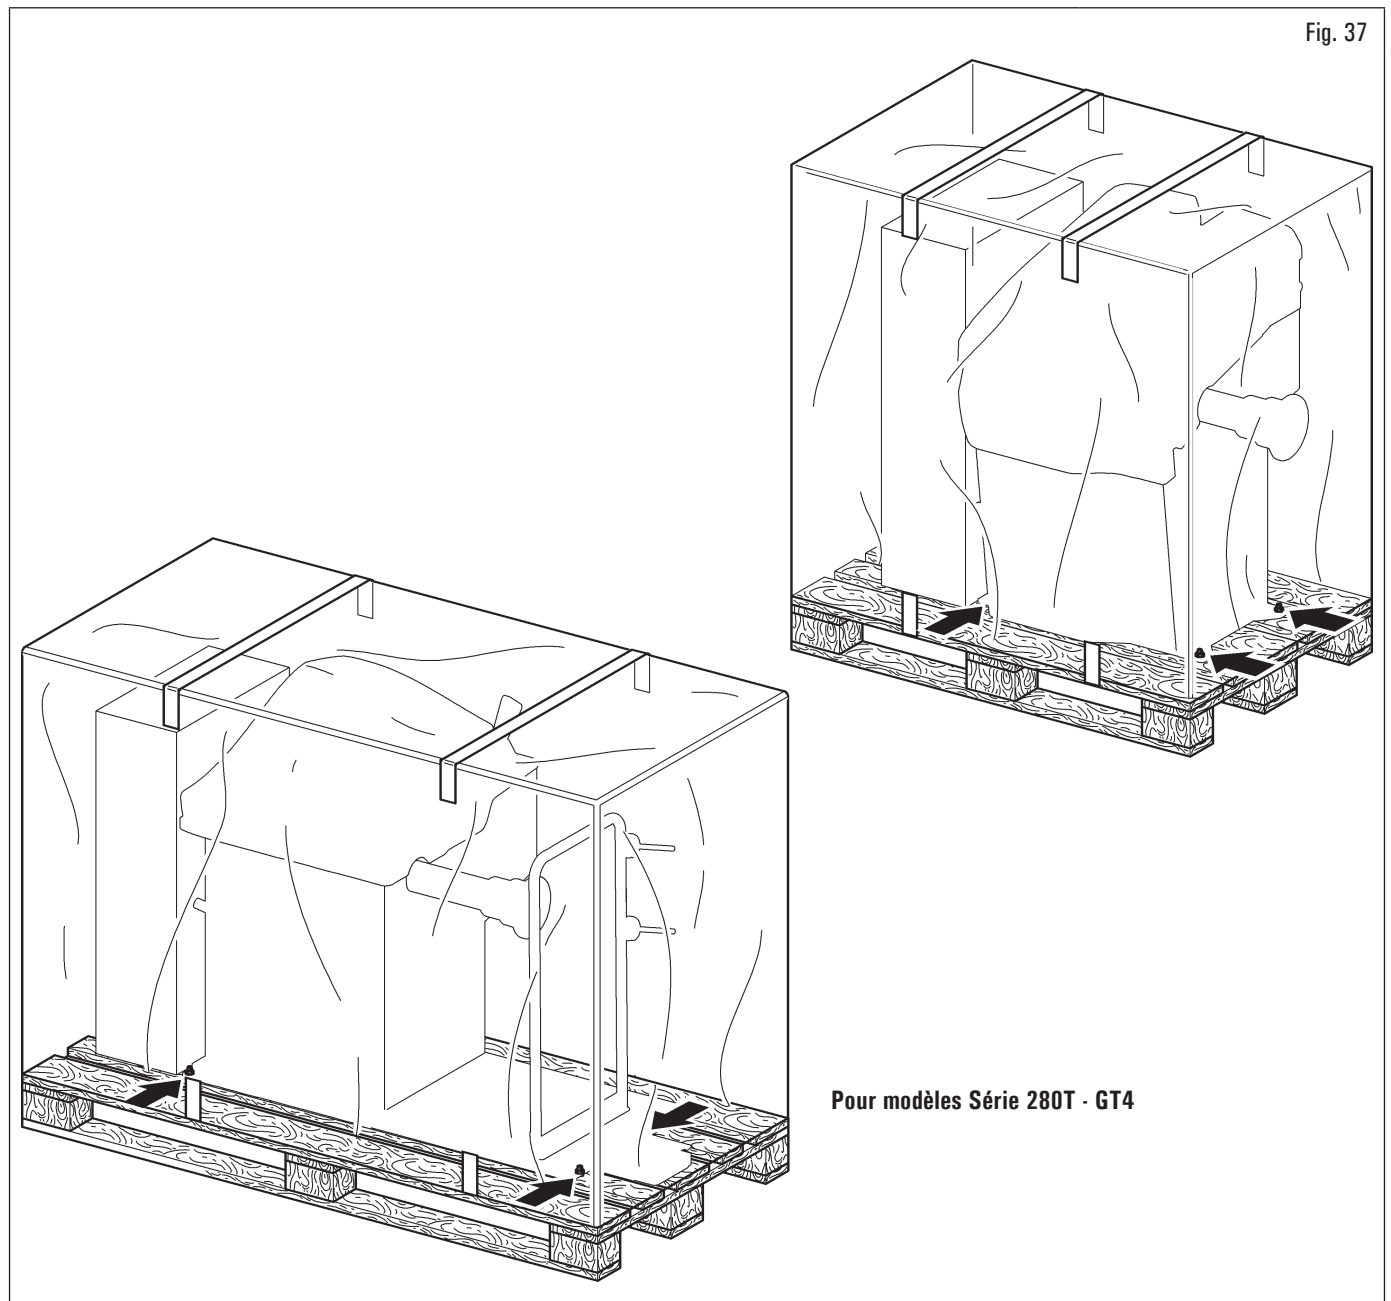

Fig. 37
- L'équipement est généralement expédié partiellement assemblé, comme indiqué dans Fig. 37.
- soulever avec précaution, en utilisant des moyens de support de charge adéquats, en parfait état de fonctionnement, en utilisant les signes appropriés placés sur l'emballage Fig. 37.